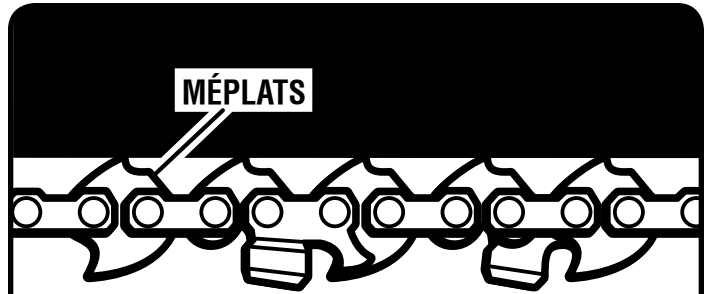

Fig. 11
Voir les figures 11 et 12.
- La chaîne doit être retendue chaque fois que les plats des maillons d'entraînement pendent au-dessous de la rainure du guide comme illustré à la figure 11.